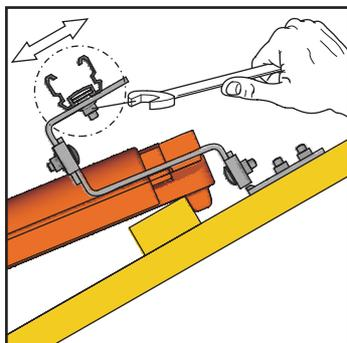
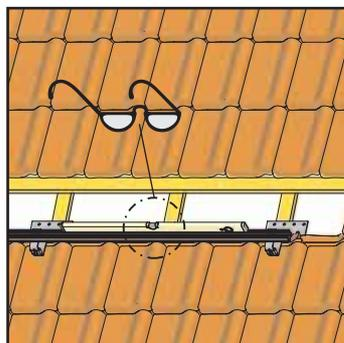

Figura 3-8 Avvitare saldamente i profilati alla sezione superiore del gancio da tetto
Figura 3-9 Orientare i profilati parallelamente al bordo delle tegole
- Avvitare saldamente i dadi autobloccanti che fissano i corsoi ai ganci da tetto orientando la guida profilata di montaggio parallelamente ai bordi delle tegole (Figura 3-8 fino Figura 3-9).